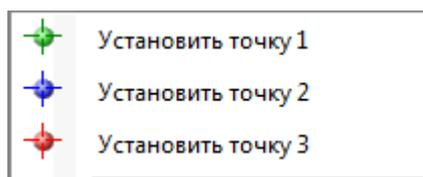

Рисунок 2.128
- графически: наведя курсором на нужные узлы и щелкнув правой кнопкой мыши (рисунок 2.128).